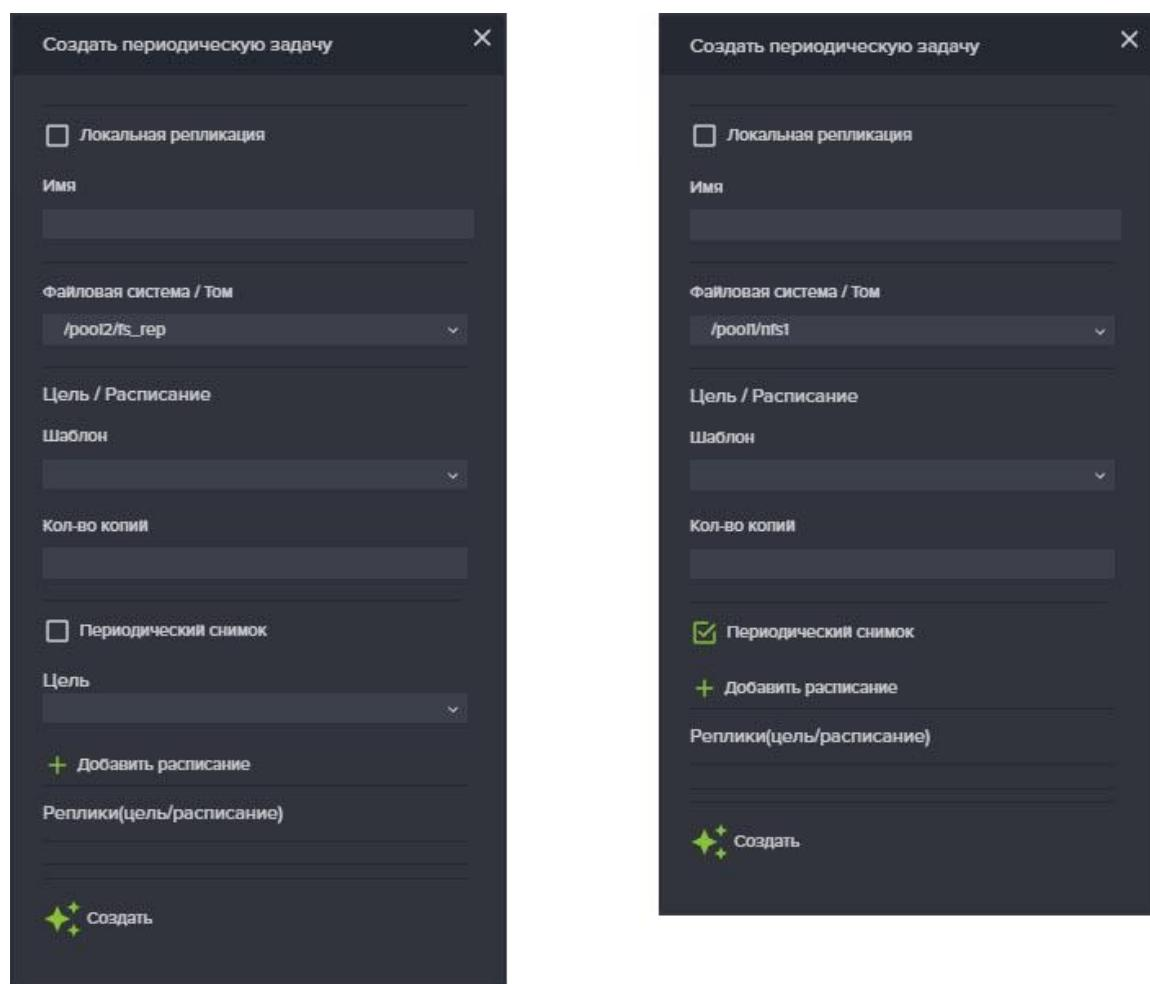

Рисунок 136. Расписание периодической задачи репликации
2. Нажмите на кнопку «Создать новую задачу», откроется окно создания задач (см.Рисунок 136);